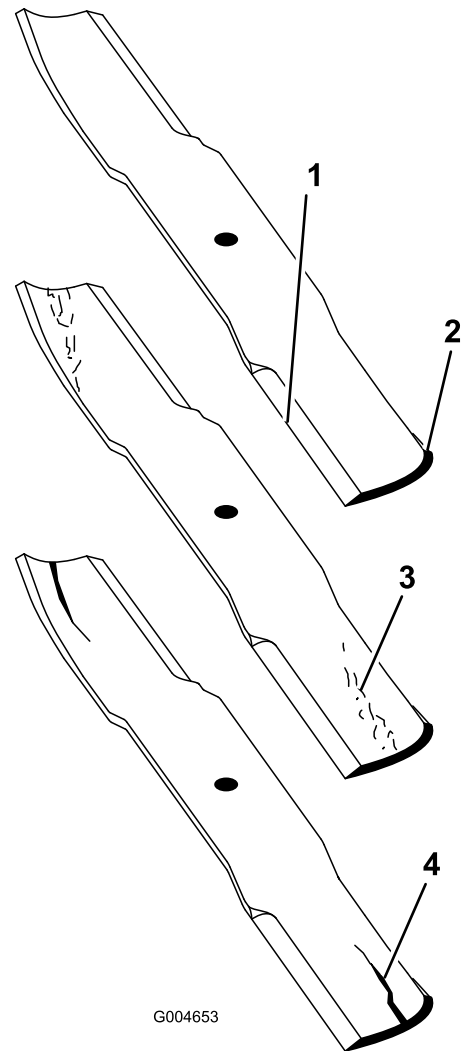

Figura 104
2. Verificate accuratamente i taglienti, con particolare attenzione ai punti d'incontro delle sezioni piatta e curva della lama (Figura 104).
**Nota:** Sabbia e materiali abrasivi possono consumare il metallo che connette le sezioni piatta e curva della lama, per cui si consiglia di controllare la lama prima di usare il tosaerba. Se riscontrate segni di usura (Figura 104), sostituite la lama.